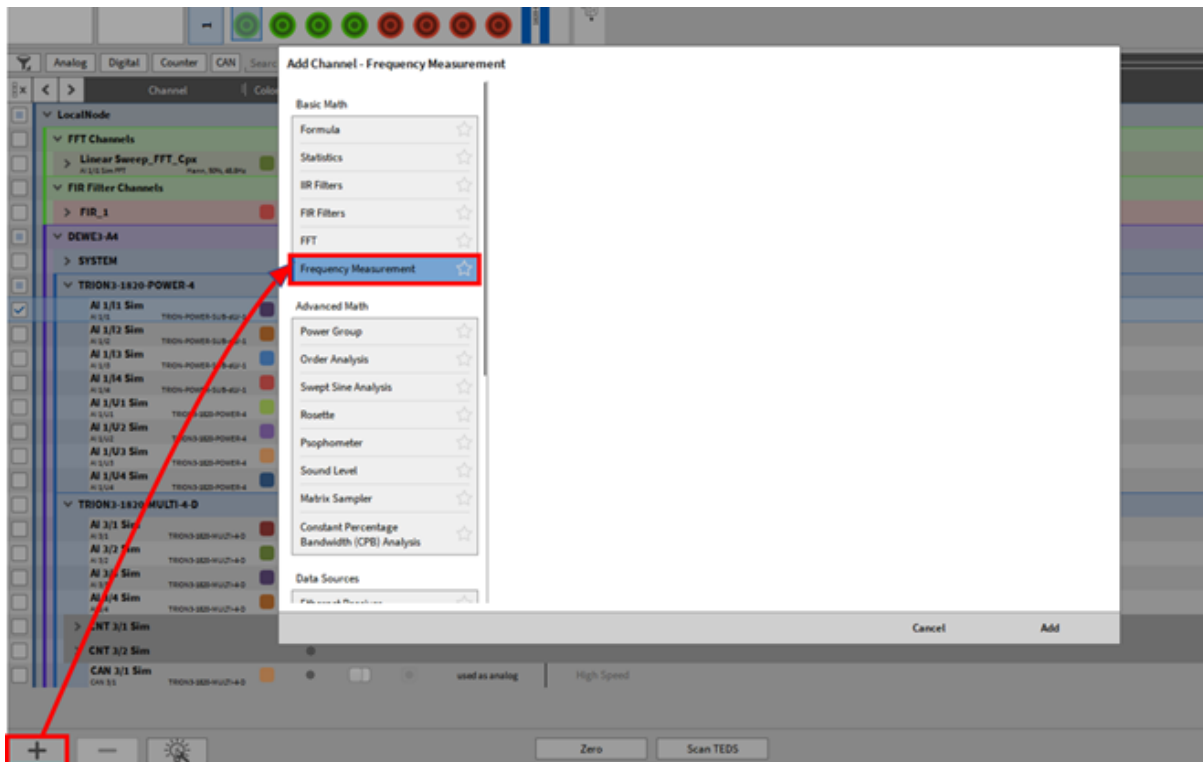

Abb. 7.167: Ausgleichen einer Deterministischen Verzögerung zwischen Video- und Sensordaten
Wenn die Latenz zwischen Video- und Sensordaten bekannt ist, kann sie durch Eingabe der Verzögerung im *Startoffset* in die Kanaleinrichtung des Videos kompensiert werden (siehe ① in Abb. 7.167).